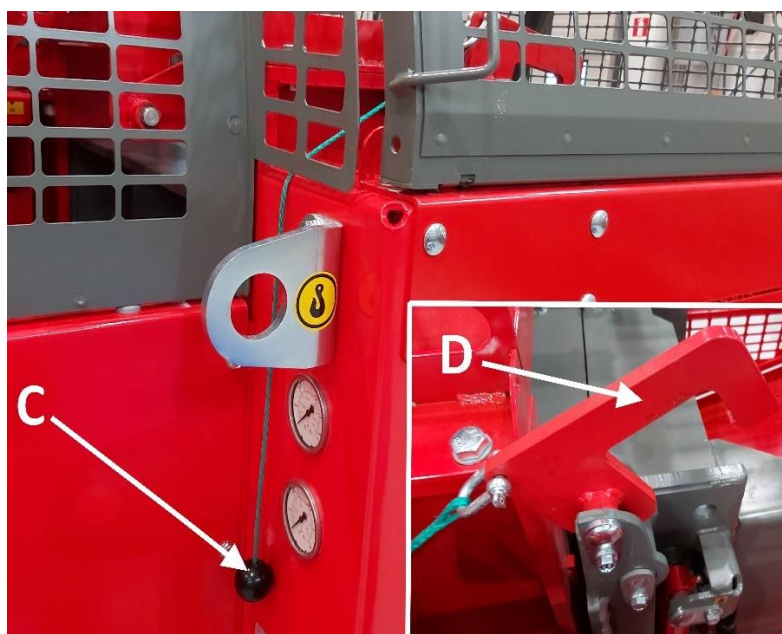

Bild 20.
4. När bettet sänks tillbaka till det nedre läget drar du i tråd C (bild 20) för att frigöra multiplikatorbettets låsning då spärren D lyfts till sitt övre läge och multiplikatorbettet sänks till det nedre läget.